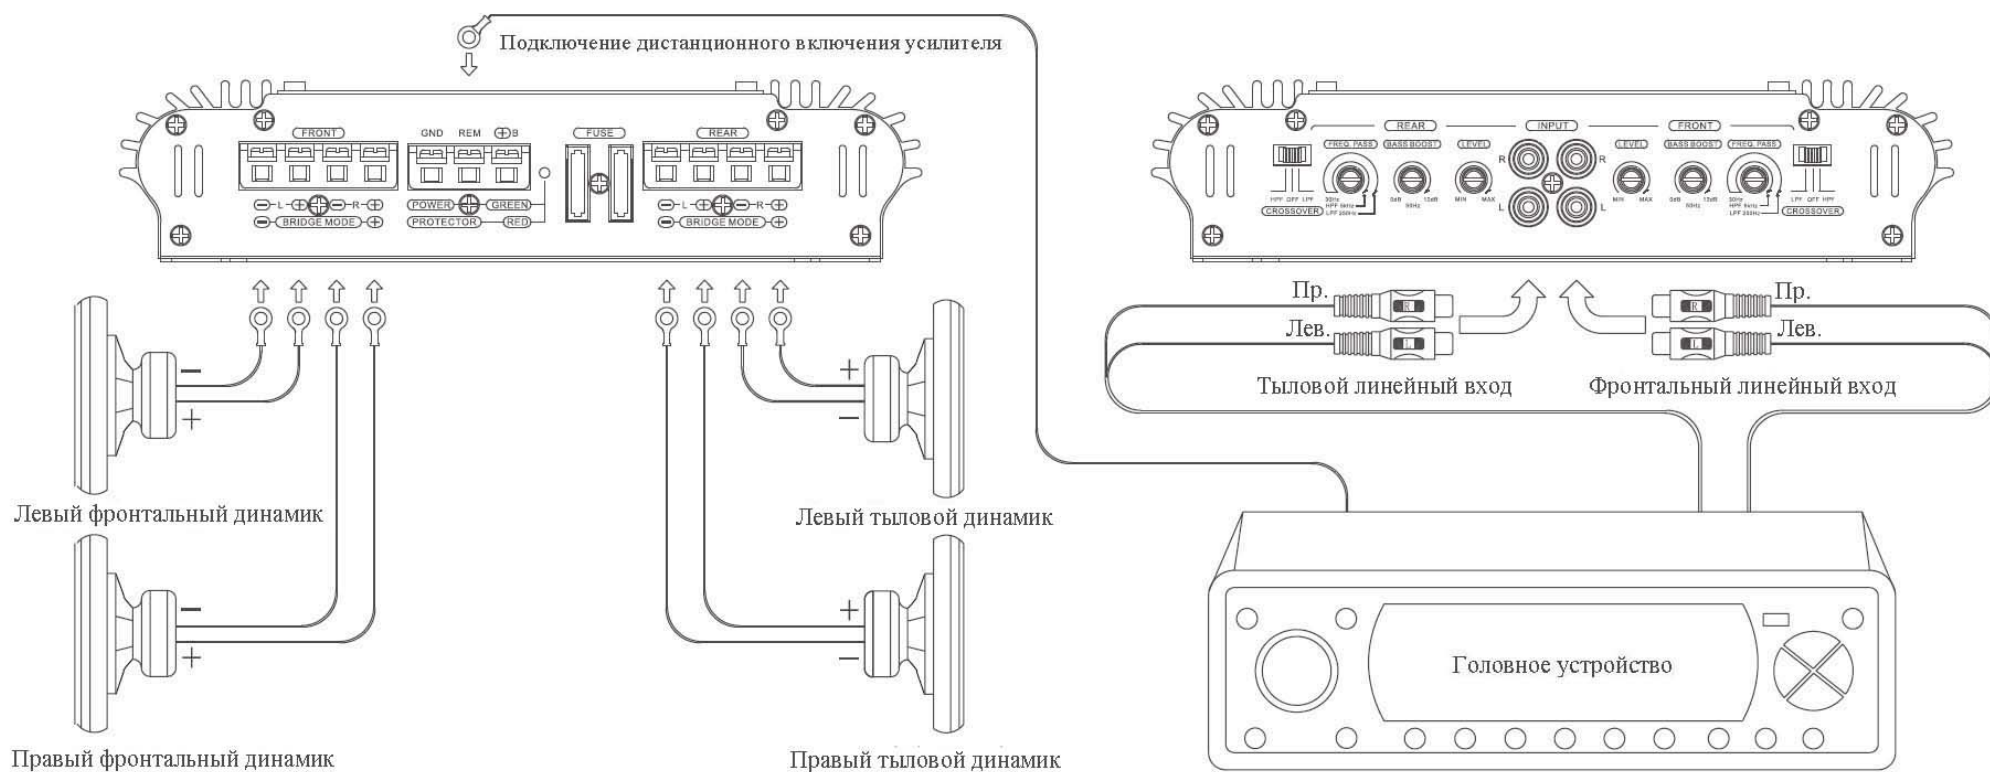

Рис.3.
- При неправильной полярности динамики будут работать в противофазе, что приведёт к снижению отдачи в области низких частот (басов) (См. рис. 3, 4 и 5).